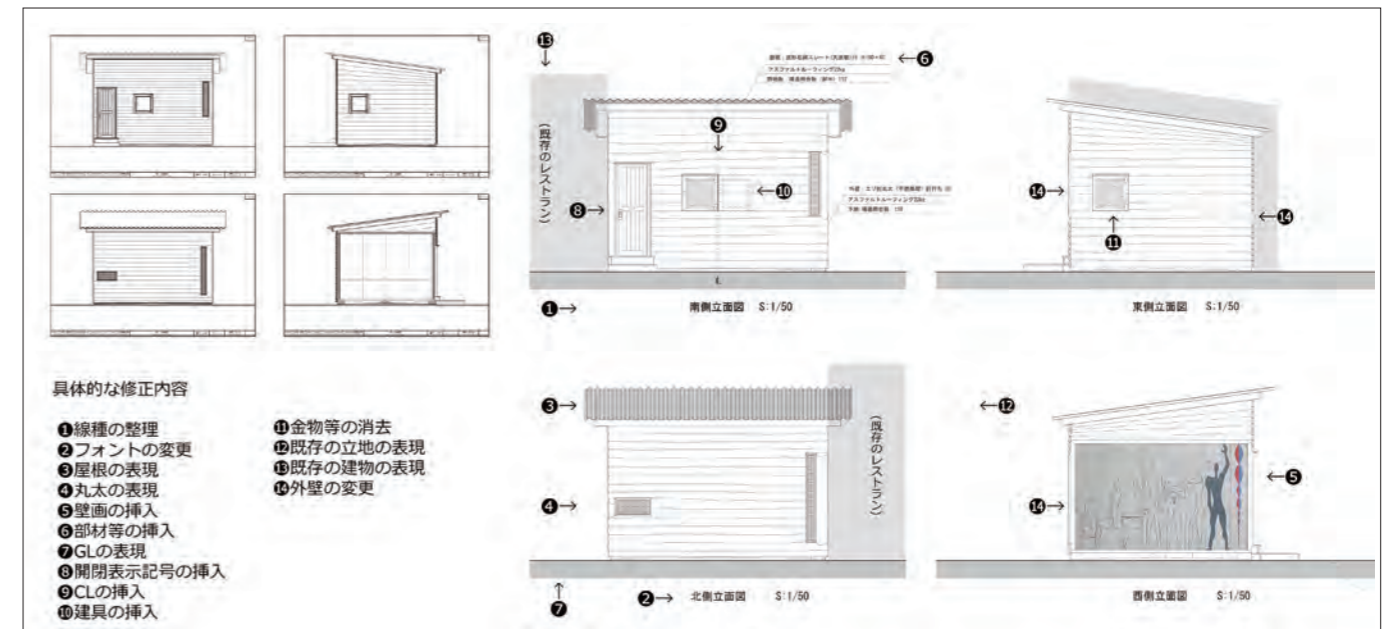

図 1. 立面図の教材化（左上：元図、右：修正図面と修正箇所）
3. 整理・修正の内容（図 1、2）
3-1. 立面図（図 1）